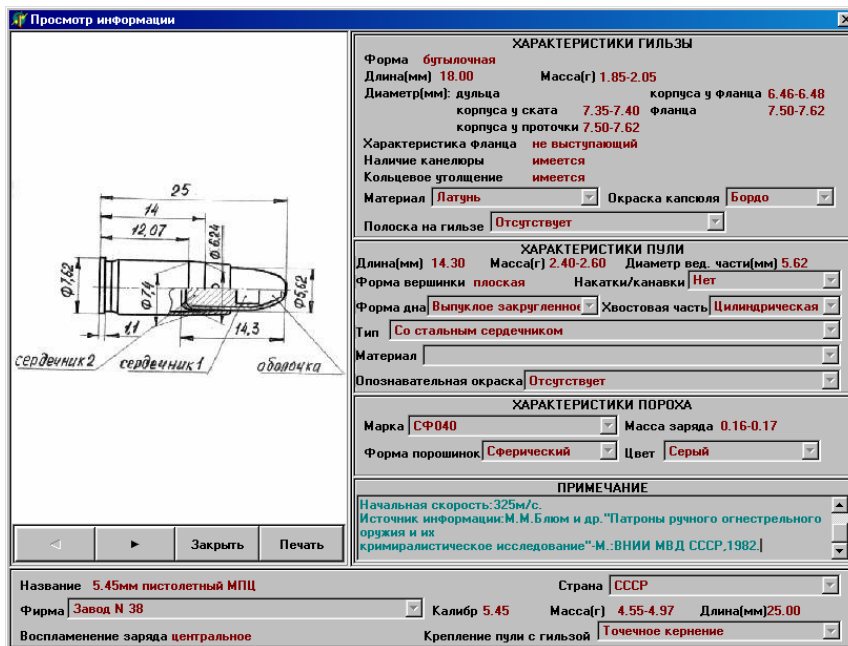

Рис. 15
3. После проведенного поиска в правой части формы отобразится список всех найденных патронов, удовлетворяющих заданным условиям запроса. При нажатии на любой пункт этого списка отображается вся информация по данному патрону. Для одновременного просмотра всех характеристик и изображения патрона необходимо выбрать нужную строку и нажать кнопку "Просмотреть", система перейдет в режим просмотра данных (рис. 15). В этом режиме, используя кнопки  и  под изображением патрона, можно также просматривать характеристики остальных найденных патронов.